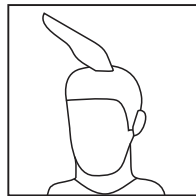

Figura 6
•Usando os pentes de 10-12mm, cortar os cabelos do alto da cabeça de trás para frente na direção contrária ao crescimento dos cabelos (Figura 6).
•Cortar por cima do pente com os cabelos levantados ou segurar os cabelos entre os dedos para levantá-los e cortá-los no comprimento desejado (Figura 6 e 7).